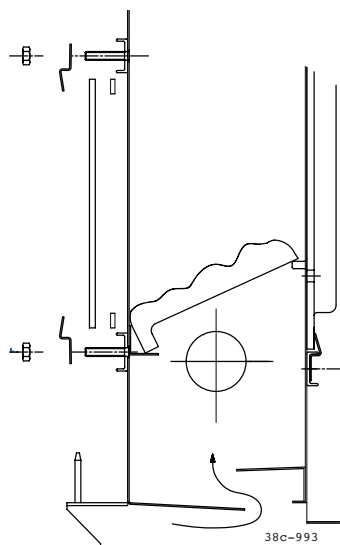

fig. 3
- Die Glühkohlen gleichmässig verteilen auf die Gerippe im Brennkammer (fig. 3).
Montieren des Thermostattfühler (fig. 3)